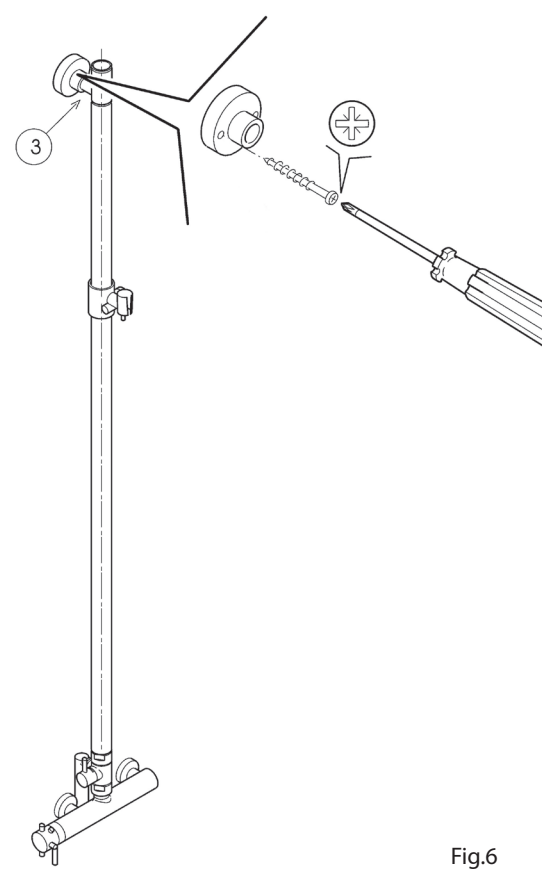
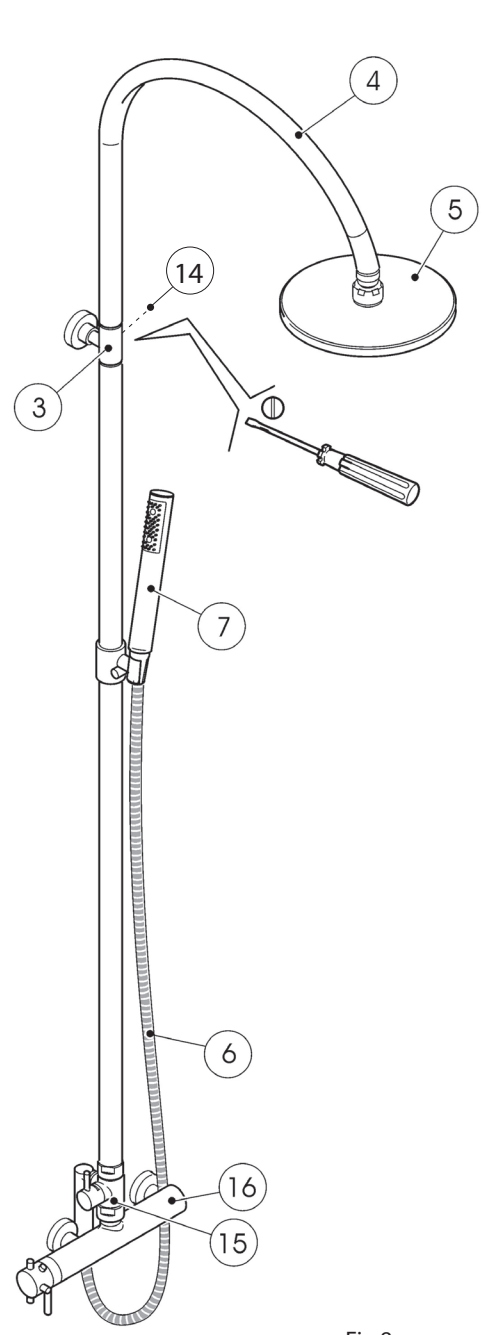

Fig.6
Fig.8
- 8) Fissare il braccio (4) nel supporto a muro (3) serrando la relativa vite di bloccaggio (14) (fig. 8). Montare il tubo della colonna (1) sul rubinetto avvitando manualmente la ghiera inferiore; fissare il supporto a muro (3) mediante le due viti 5x50 e coprirlo con il relativo rosone (fig. 6)
- 10) Completare il montaggio della colonna doccia assemblando il soffione (5) alla estremità libera del braccio doccia. Montare infine il Flessibile (6) e la doccia (7). (fig.8).
- 8) Den Arm (4) in der Wandhalterung (3) befestigen, indem die entsprechenden Blockierschrauben (14) angezogen werden (Abb. 8). Das Rohr der Säule (1) auf dem Wasserhahn montieren und das untere Gewinde mit der Hand anschrauben; nun die Wandhalterung (3) durch die beiden Schrauben 5x50 befestigen und mit der Rosette abdecken (Abb. 6).
- 10) Die Montage der Duschsäule vervollständigen, indem man die Duschbrause (5) am freien Ende des Duscharsms montiert. Nun den Schlauch (6) und die Dusche (7) montieren (Abb. 8).